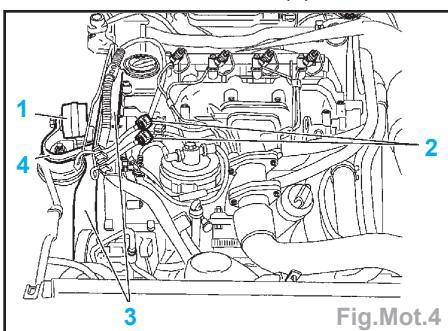

Fig.Mot.4
- Déposer (Fig.Mot.4) :
- la biellette anticouple (1),
- les raccords carburant (2).